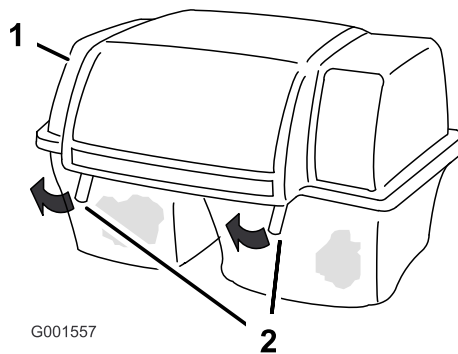

Figura 11
2. Tire de los dos cierres de retención del ensacador hasta que se desenganchen del bastidor de las bolsas (Figura 11). Abra (eleve) el capó.